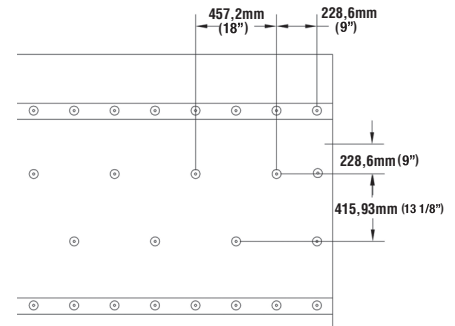

Figura 2-1 (Sujeción)
2. **Instale Lámina de Base Mecánicamente Adosada (Cuando Sea Requerido)...** usando clavos con cabezas de tope de 1" (25,4mm). Asegure cada 229mm (9") en el solape y escalone 2 hileras en el campo cada 457,2mm (18") (Figura 2-1). Cubra toda el área del techo.